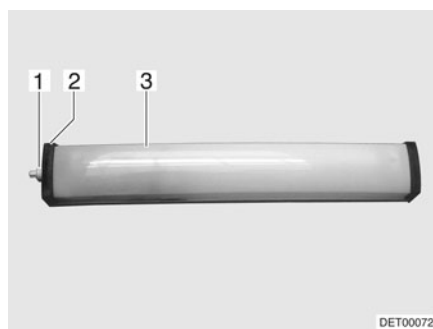

Fig. 251 Lampe de cellule
- Dévisser le cache (Fig. 251,1).
- Retirer le couvercle (Fig. 251,2).
- Enfoncer légèrement le couvercle de la lampe (Fig. 251,3) et le retirer.